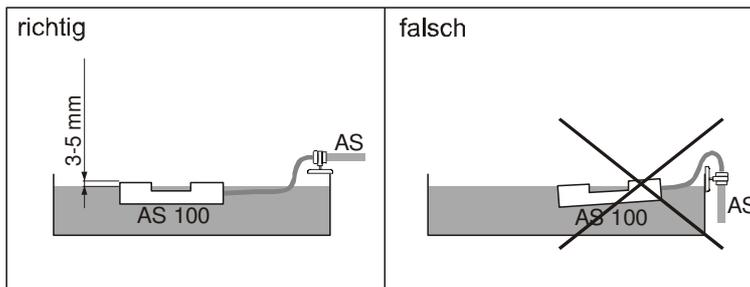

Bild 7: Lage des Absaugschwimmers
- Schwimmerposition überprüfen (Bild 7 und 8)